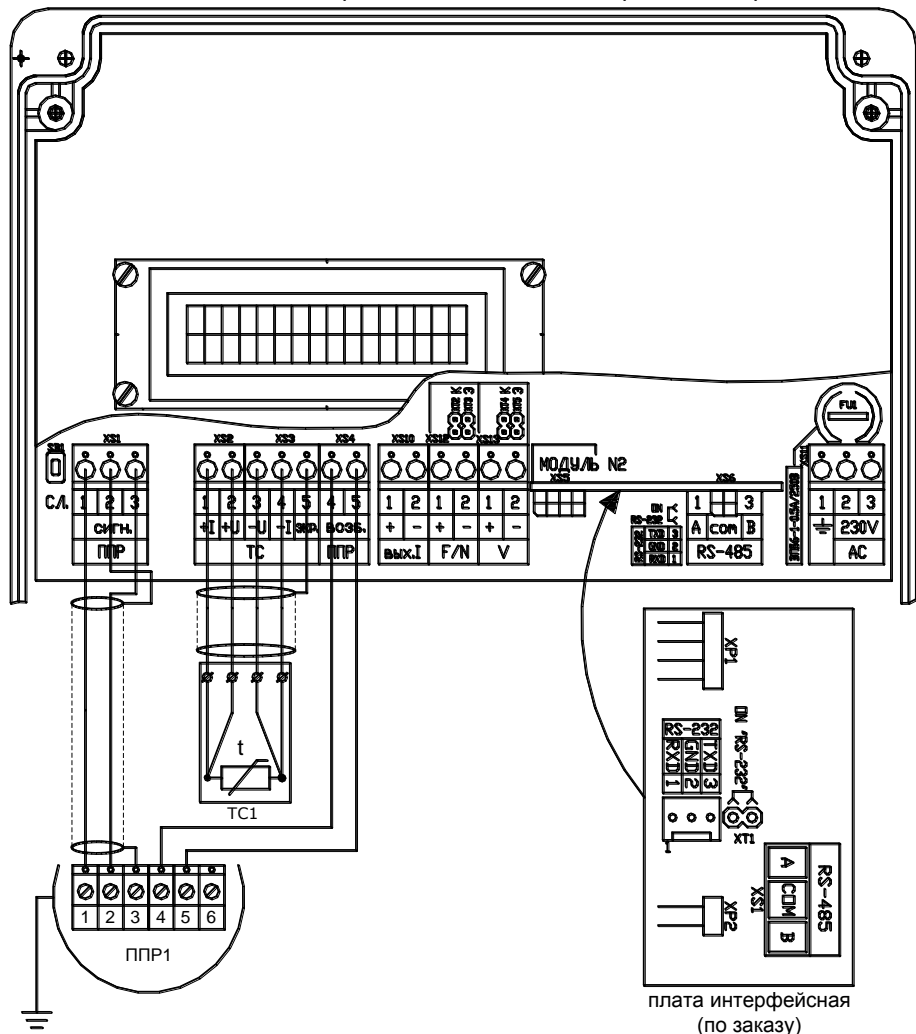

Рис. 8.9
8.7.2 Монтаж электрических цепей должен осуществляться в соответствии со схемой электрических соединений, приведенной на рис. 8.9.
8.7.6 Экран кабеля сигнальных линий должен быть надежно изолирован внешней оболочкой от трубы или металлорукава, в котором он прокладывается, и присоединен к ППР и ИВБ в соответствии с рис. 8.9.
- 2) Выбор типа интерфейса (RS-232C или RS-485) осуществляется путем установки (снятия) джампера **ХТ1** на **плате интерфейсной** (см. рис. 8.9а):
Рис. 8.9а
Рис. 8.9б
3) Конфигурация выходных каскадов F/N и V выбирается путём установки/снятия джамперов XT2 (XT4), XT3 (XT5), расположенных за клеммниками F/N и V (см. рис. 8.9б, 8.9в, таблицу 8.2)
Рис. 8.9в
8.7.12 Подключение ТС к ИВБ производится по 4-х проводной схеме в соответствии с рис. 8.9. Для подключения термопреобразователей к ИВБ рекомендуется использовать кабели: КММ 4×0,35 мм², ШВВП 4×0,5мм², РПШ 4×0,5мм², КУПР 4×0,5мм² или СПОВ 4×0,5мм². Во избежание дополнительных помех и наводок, а также механических повреждений кабелей линии связи ИВБ с ТС рекомендуется также прокладывать в стальных заземленных трубах или заземлённых металлорукавах. При использовании кабеля КММ 4×0,35 мм² экранирующую оплетку кабеля подключить к контакту 5 «экр.» зоны подключения ТС.
8.8.2 Выбор типа интерфейса (RS-232C или RS-485) осуществляется путем установки (снятия) джампера **ХТ1 на плате интерфейсной** (см. примечания рис. 8.9а):
8.9.2 Проверить правильность монтажа электрических цепей в соответствии с электрической схемой подключения, приведенной на рис. 8.9.